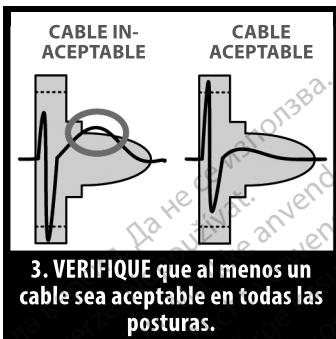

Figura 4. Evaluación del complejo QRS
3. **Evalué** el complejo QRS. Si el complejo QRS y la onda T posterior completos se encuentran dentro del perfil coloreado, el QRS se considera aceptable. Si alguna parte del complejo QRS o de la onda T posterior se extiende fuera del perfil coloreado, el QRS se considera inaceptable (Figura 4 Evaluación del complejo QRS en la página 23). Podrían utilizarse varios perfiles coloreados para evaluar el mismo ECG de superficie si se observan amplitudes de QRS distintas.